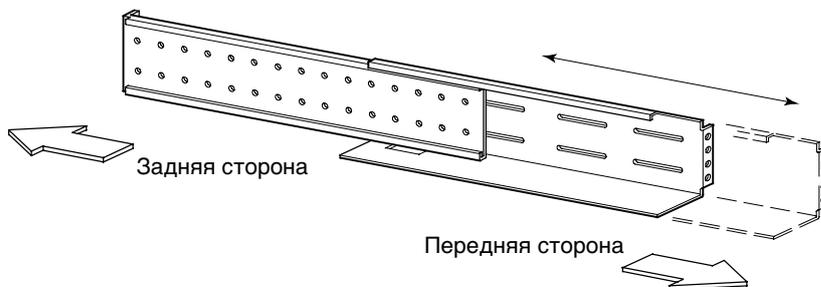
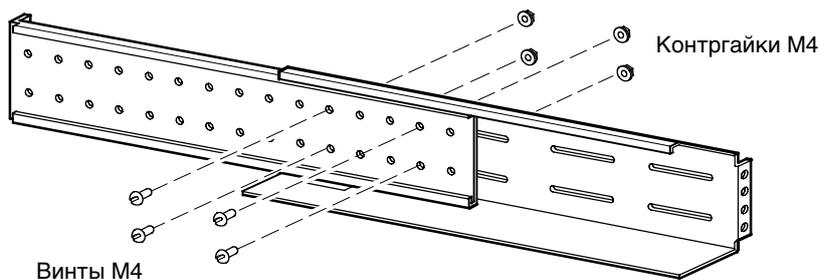

Рисунок 16. Регулирование глубины направляющей
Рисунок 18. Затягивание направляющей (показана правая направляющая в сборе)
2. Если доступ к сторонам вашей стойки затруднен, отрегулируйте длину направляющих (см. рис. 16) и свободно установите скобы (см. рис. 18) до того, как перейти к шагу 3.
4. Отрегулируйте размер направляющей в соответствии с глубиной стойки (см. рис. 16).
- Для того, чтобы затянуть направляющую, закрепите четыре крепежных винта М4 и четыре контргайки М4 по центру направляющей. Затяните с помощью 7-мм гаечного ключа (9/32"). См. рис. 18.